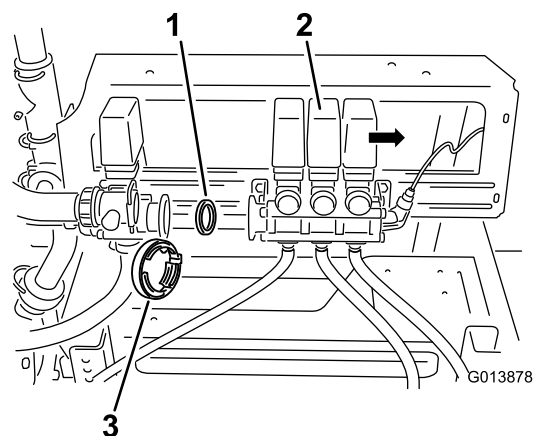

Bild 5
3. Bewegen Sie das Auslegerventil vorsichtig vom Umwälzungsventil weg (Bild 5).
4. Entfernen Sie die vorhandene Dichtung im Ventilgehäuse (Bild 5).